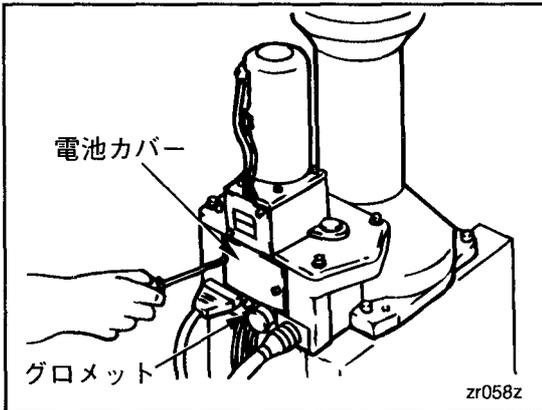

図5-75
①本体ベース部の電池カバーとグロメットを取り外してください。(図5-75)